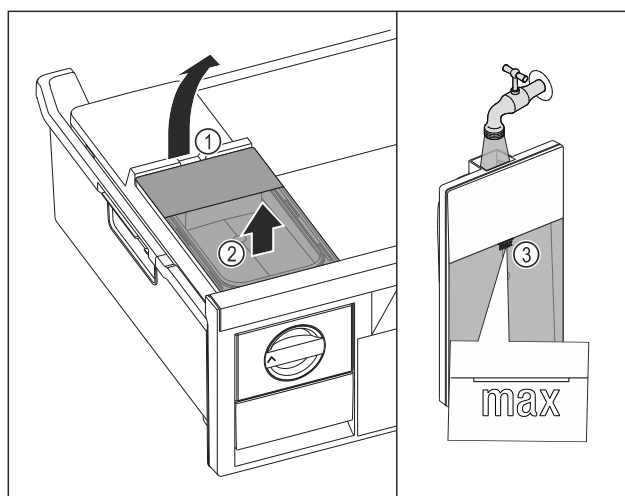

Fig. 213
- Podignite spremnik za vodu na otvoru Fig. 213 (1).
- Izvadite spremnik za vodu prema gore. Fig. 213 (2)
- Spremnik za vodu napunite pitkom vodom do oznake Fig. 213 (3).